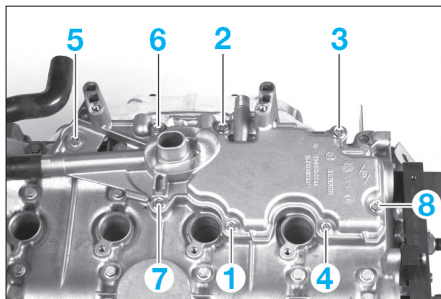

FIG. 31
- Déposer le décanteur d'huile (flèches) (fig. 31).